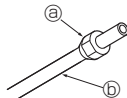

Fig. 5-5
5.2.3. Mutter aufsetzen (Fig. 5-5)